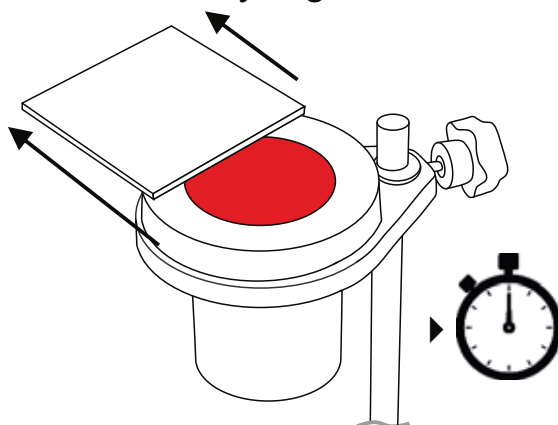

Figura 4
- 7 Retire la placa de vidrio y ponga en marcha el cronómetroa (Figura 4).